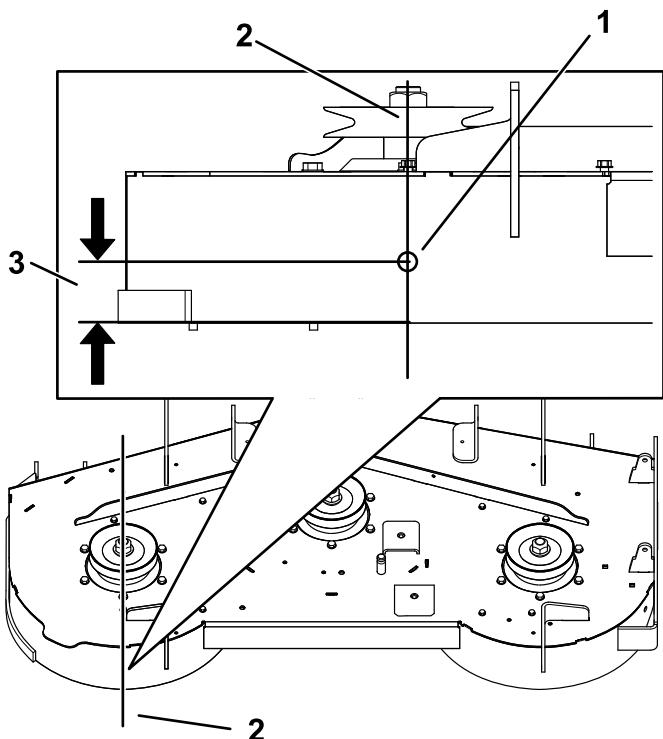

Figura 1
2. Realice un taladro en la ubicación marcada con una broca (9/32"), tal y como se muestra en la Figura 1.